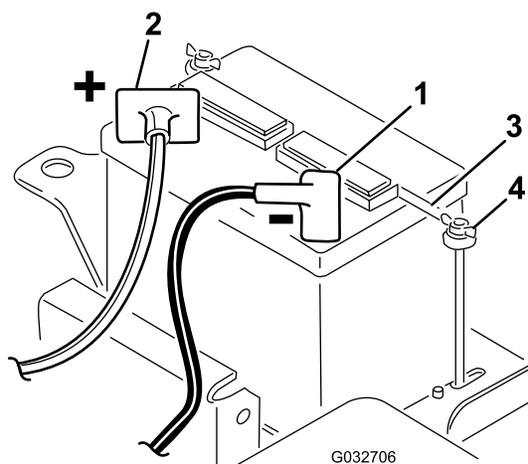

Figura 5
2. Conecte o cabo positivo (vermelho) entre o solenóide do motor de partida e o polo positivo (+) da bateria (Figura 5). Fixe-o com o parafuso francês e a porca.
5. Instale o terminal da bateria e as arruelas, fixando-os com as porcas-borboleta (Figura 5).